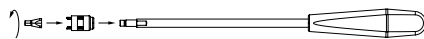

Rys. 8
- Zdemontować pomocnik do ściągania, patrz Rys. 8.